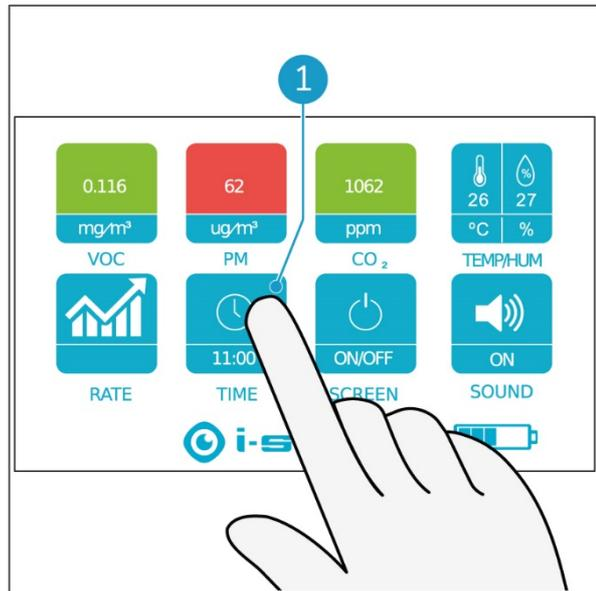

Abbildung 20
1. Berühren Sie die Schaltfläche TIME (Abbildung 20, Pos. 1) mit einem Finger.